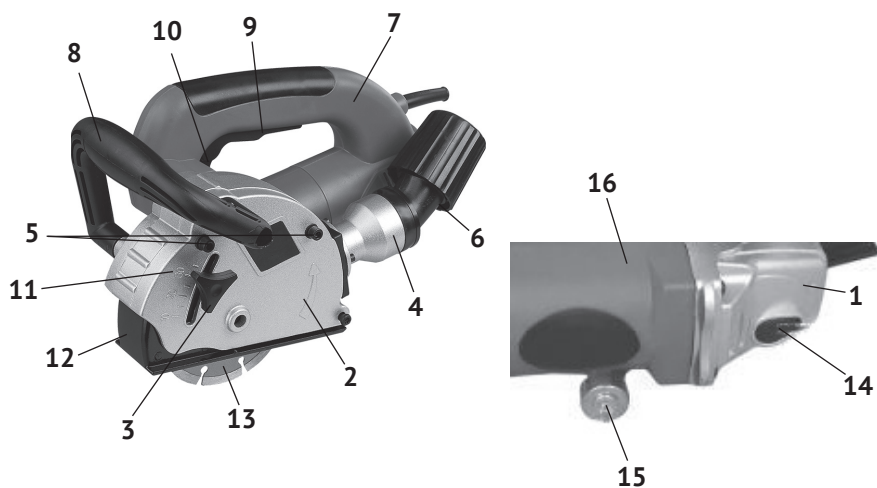

рис.1
1.1.3 Коллекторный двигатель расположен в пластиковом корпусе (рис.1 поз.16). Корпус состоит из двух половин, соединённых между собой и выполнен заодно с рукояткой управления (рис.1 поз.7). Крутящий момент с якоря электродвигателя, через коническую пару шестерён, расположенных в металлическом редукторе (рис.1 поз.1) передаётся на шпindelь штробореза. На металлическом защитном кожухе (рис.1 поз.2) нанесена шкала установки глубины реза (рис.1 поз.11) и расположен винт фиксации (рис.1 поз.3) выбранной глубины. В передней части штробореза закреплена передняя рукоятка (рис.1 поз.8) для удобства заглубления и перемещения инструмента.
1.1.4 Клавиша выключателя (рис.1 поз.9) расположена в нижней части рукоятки управления (рис.1 поз.7). Перед клавишей расположен рычаг блокировки (рис.1 поз.10) клавиши от случайного включения.
1.1.5 На корпусе редуктора (рис.1 поз.1) находится кнопка стопора шпинделя (рис.1 поз.14), необходимая для установки (замены) рабочих дисков инструмента.
На защитном кожухе (рис.1 поз.2) стрелкой указано направление вращения шпинделя.
Общий вид штробореза представлен на рис. 1
- зафиксировать шпиндель, нажав кнопку стопора (рис.1 поз.14);
На патрубок пылеотвода (рис.1 поз.4 используя переходник (входит в комплект поставки) подключается промышленный пылесос (шланг системы пылеудаления) для отвода пыли из зоны реза.
- разобрать корпус двигателя (рис.1 поз.16);